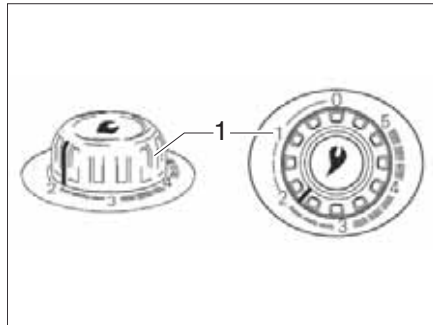

Fig. 105 Pomello girevole del riscaldamento ad aria calda
- Impostare il pomello girevole (Fig. 105,1) del riscaldamento sul valore desiderato e premere in basso fino all'arresto.
- Impostare il pomello girevole (Fig. 105,1) del riscaldamento sul valore desiderato e premere in basso fino all'arresto. Il dispositivo di accensione genera scintille. Si sentono dei clic ripetuti.
- Impostare il pomello girevole del riscaldamento (Fig. 105,1) su "0". In questo modo il dispositivo di accensione viene disinserito.
- ▷ Per ulteriori informazioni consultare il manuale d'uso separato "Truma S 3004 (P) / S 5004".